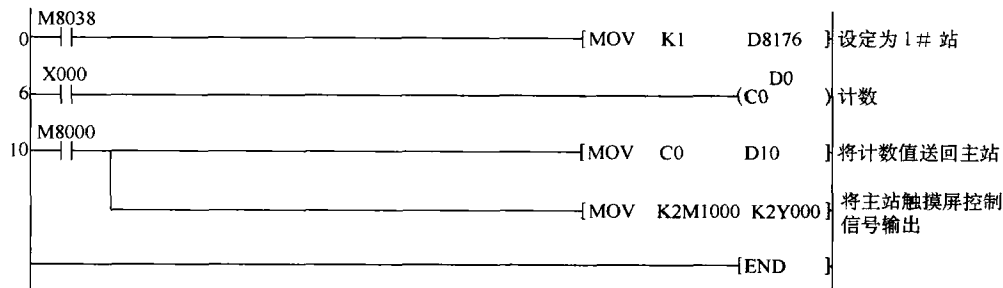

图 8-41 PLC RS485 通信接 1#站程序
(4) 1#站程序 PLC RS485 通信接 1#站程序如图 8-41 所示。